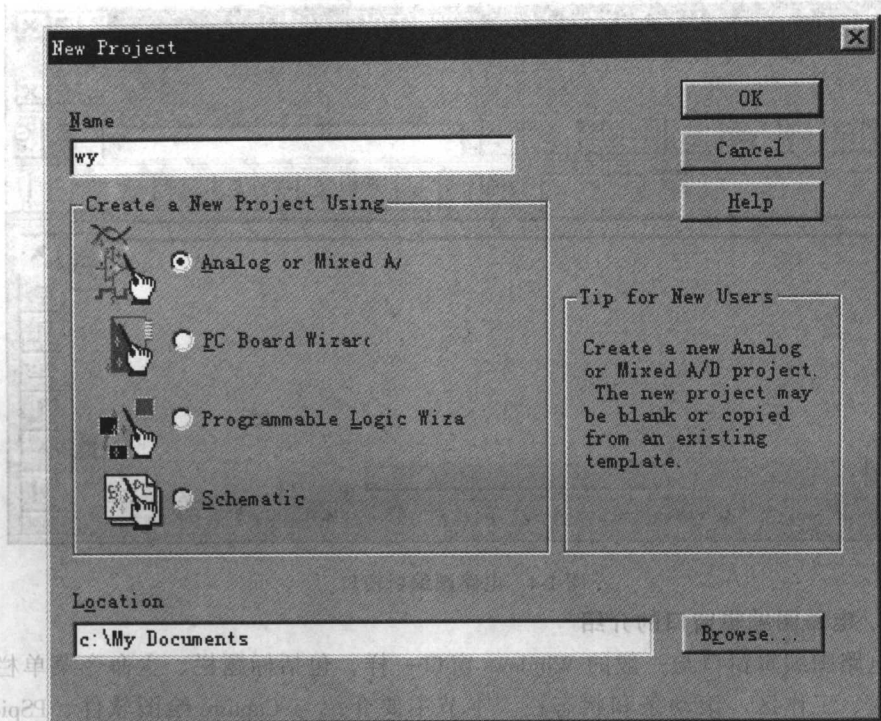

图 1-2 New Project 对话框
(2) 新建设计项目 在 Capture 主界面下，点选菜单命令 File/New/Project，屏幕显示 New Project 对话框，如图 1-2 所示。